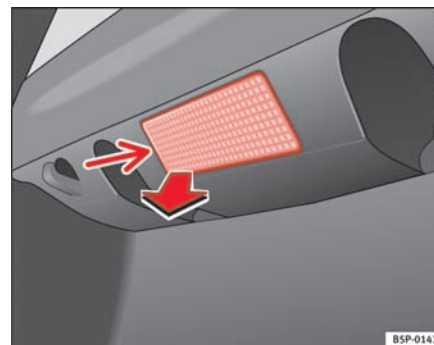

Fig. 198 Bagagerumslys
- Tag den tulipanformede holder af ved at trykke på kanten indeni pil med en flad skruetrækker ⇒ fig. 198. ▶